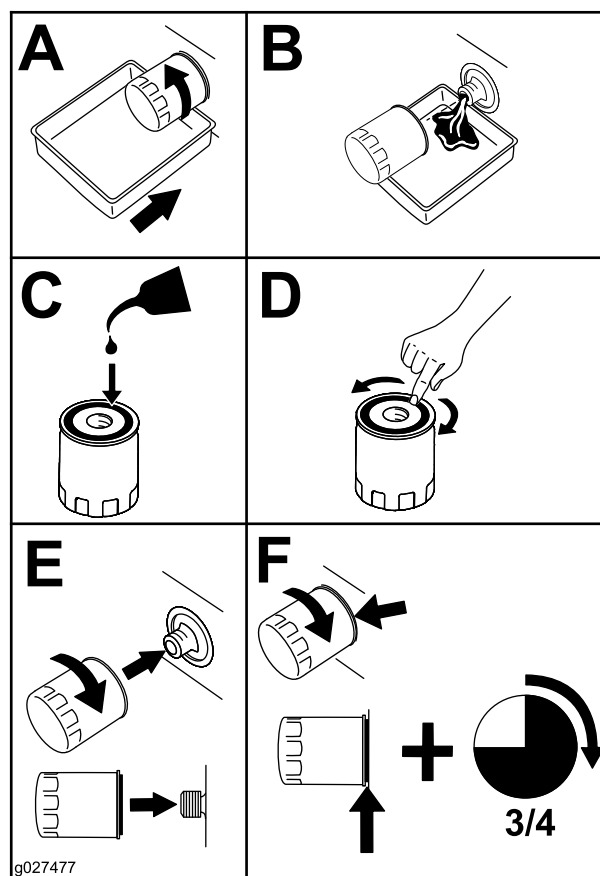

Figura 46
5. Substitua o filtro do óleo do motor (Figura 46).